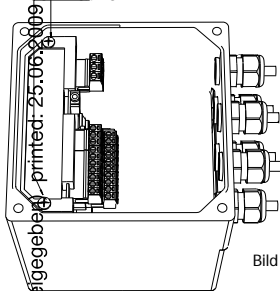

Bild 1
- ❑ Lösen Sie die Schrauben in geeigneter Weise (Bild 1)